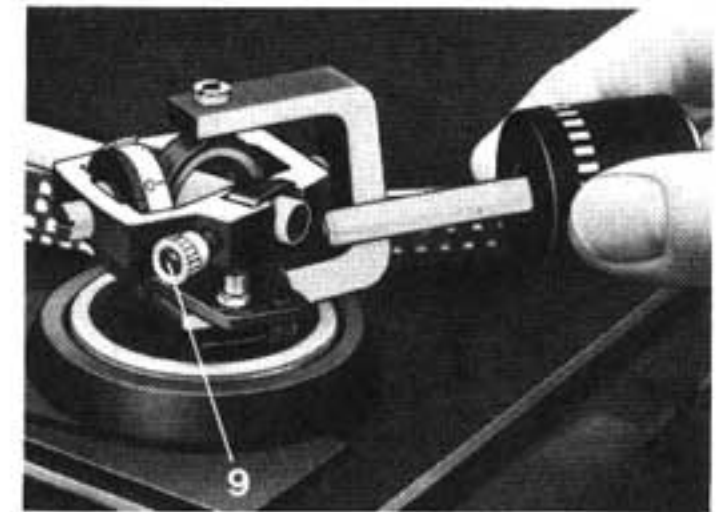

Fig. 3
Nehmen Sie bitte das Tonarm-Balancegewicht aus dem Styroporeinsatz und stecken Sie den Dorn des Balancegewichtes, nach Lösen der Feststellschraube (9), in die dafür vorgesehene Öffnung am hinteren Ende des Tonarmes. Die dreikantförmige Aussparung am Dorn muß dabei nach unten zeigen (Fig. 3). Das Ausbalancieren sowie das jetzt erforderlich werdende Einstellen von Auflagekraft und Antiskating ist ausführlich beschrieben auf den Seiten 16 und 18.
Retirer le contre-poids du bras de l'emballage de styropor, et introduisez la tige du contre-poids, après avoir desserré la vis de blocage (9), dans l'ouverture prévue à cet effet à l'extrémité arrière du bras de lecture. L'encoche triangulaire de la tige doit alors être tournée vers le bas (Fig. 3).
Take the tonearm counterbalance out of its styrofoam insert. Loosen the setscrew (9) at the rear of the tonearm, and insert the shaft of the counterbalance in the opening provided for this purpose. The triangular-shaped notch of the shaft must point in downward direction (Fig. 3).